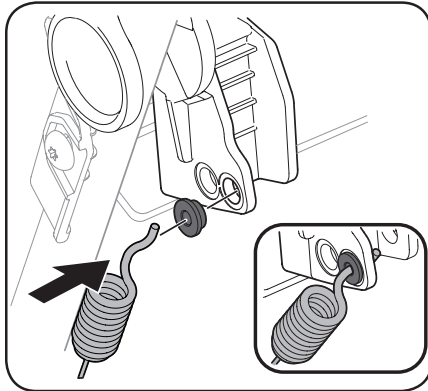

Figura 4-5
- Reemplace el casquillo del orificio inferior y resujete el cable a través del casquillo y el orificio inferior de la manija. Vea la Figura 4-5.